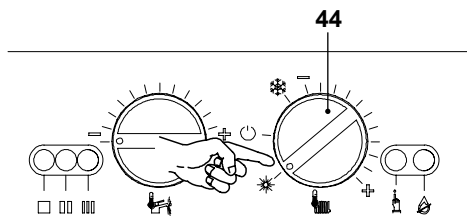

Figura 8.8
- Posizionare il selettore 44 come indicato in Figura 8.8 per uscire dalla programmazione.